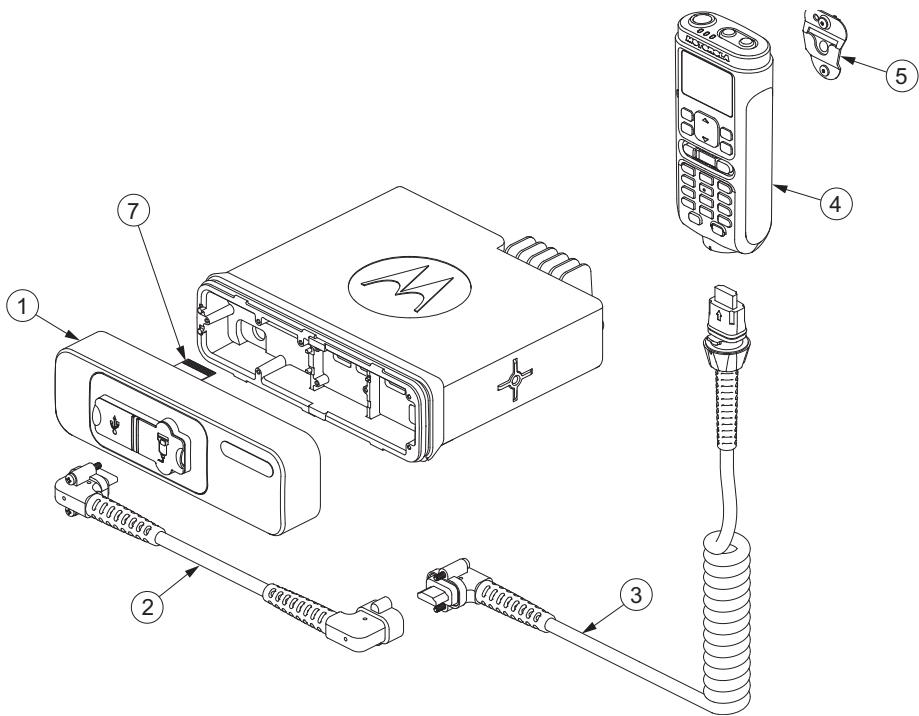

Figura 3. Montaje del cabezal de control del dispositivo
1. Compruebe que el cable del circuito flexible encaja por completo en el adaptador transceptor del cabezal de control del dispositivo. (Consulte la Figura 3).
2. Introduzca el cable flexible en el conector flexible de la carcasa de la radio, asegurándose de que encaja por completo en su sitio. (Consulte la Figura 3).
1. Conecte el cable al adaptador transceptor y apriete los dos tornillos en el sentido de las agujas del reloj hasta 1,9 - 2.1 lbs-pulg. con un destornillador Phillips del número 2. (Consulte la Figura 3).
2. Conecte el otro extremo del cable al cabezal de control del dispositivo y bloquee el cable girando la rosca en el sentido de las agujas del reloj. (Consulte la Figura 3).